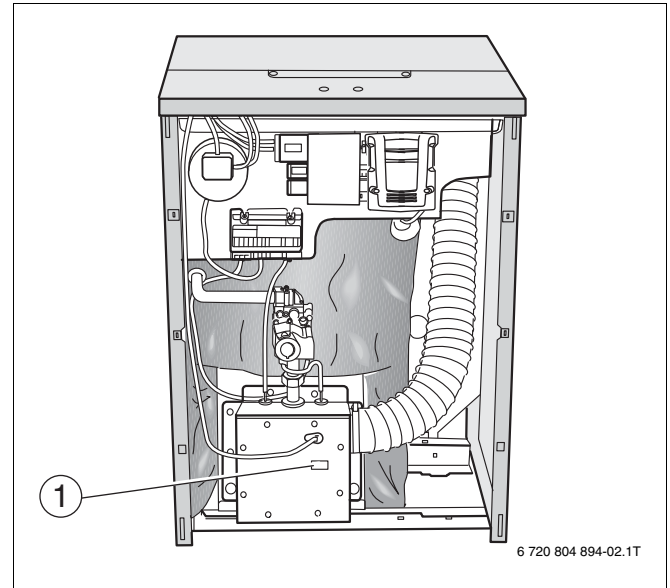
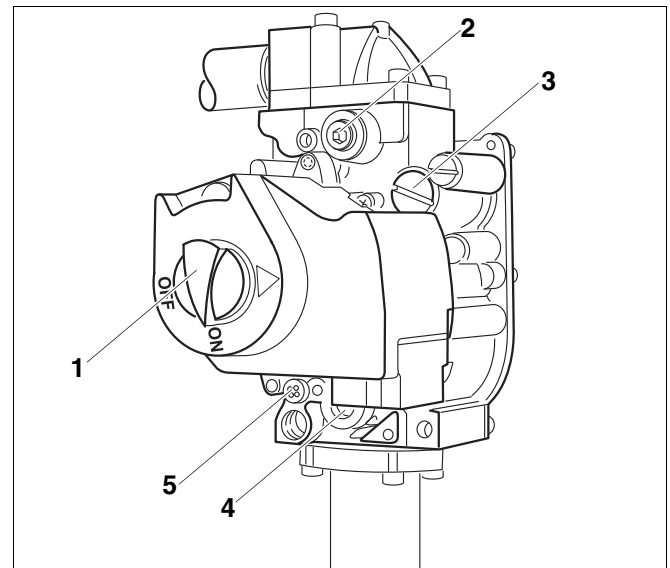

Fig. 11 Vue de face
Fig. 12 Bloc gaz
11. Vérifier la pression de l'injecteur. La pression aux injecteurs doit être réglée selon les valeurs indiquées dans le → tabl. 2. Pour régler la pression aux injecteurs, il faut retirer la vis de protection correspondante (→ fig. 12) sur le bloc gaz. Tourner la vis de réglage dans le sens des aiguilles d'une montre pour augmenter la pression aux injecteurs, et dans le sens inverse pour la diminuer. Ce réglage doit être effectué pendant que la chaudière tourne.
12. Noter la valeur réglée dans le protocole de mise en service de la notice de montage et d'entretien puis revisser la vis de protection (→ fig. 12, page 11) sur le bloc gaz.
13. Observer la flamme d'allumage par le regard (→ fig. 11, page 11) sur le boîtier du brûleur.
La vis de réglage est située derrière la vis de protection pour le réglage de la pression aux injecteurs d'allumage (→ fig. 12, page 11).
16. Retirer la vis de protection pour le réglage de pression aux injecteurs d'allumage (→ fig. 12, page 11). Tourner la vis de réglage interne dans le sens des aiguilles d'une montre pour diminuer la flamme d'allumage, ou en sens inverse pour l'agrandir.
17. Après avoir réglé la vis de protection (→ fig. 12, page 11) resserrer à nouveau de manière suffisante.
18. Observer la flamme du brûleur principal par le regard (→ fig. 11, page 11) sur le boîtier du brûleur. La flamme doit être calme, ses contours nets et sa couleur généralement bleutée. Si la flamme du brûleur principal répond aux conditions requises, poursuivre avec l'étape 21. Si la flamme du brûleur principal est faible ou jaune ou s'éteint, tourner le bouton de mise en marche (→ fig. 12, page 11) du bloc gaz dans le sens des aiguilles d'une montre sur « OFF ». Fermer le robinet principal du gaz et couper l'installation de chauffage de l'alimentation électrique, puis contacter le technicien SAV ou le fournisseur de gaz.